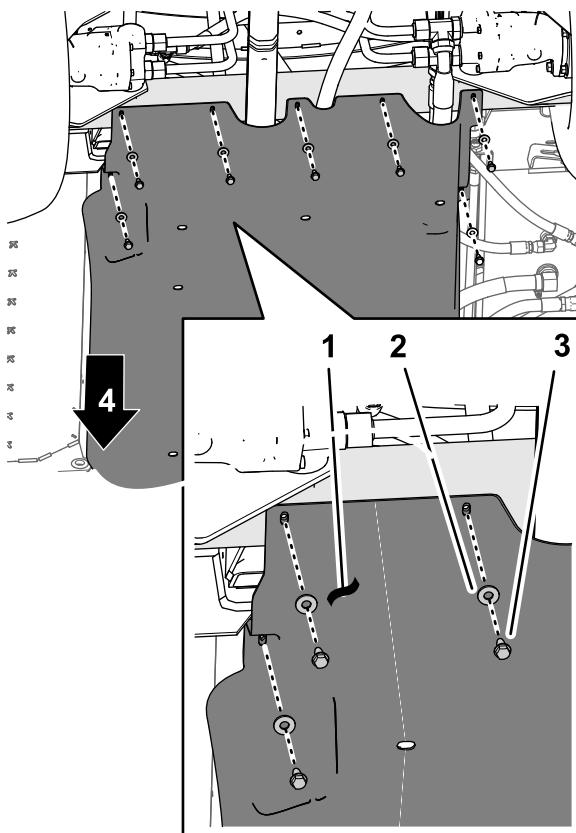

Bild 66
4. Fluchten Sie die Löcher im hinteren Teil der Fahrwerkabdeckung mit den Löchern im Chassis aus (**Bild 66**).
5. Befestigen Sie den hinteren Teil der Fahrwerkabdeckung mit den im Schritt 1 von Entfernen der Fahrwerkabdeckung \(Seite 4\) entfernten Befestigungsmitteln am Chassis (**Bild 66**):